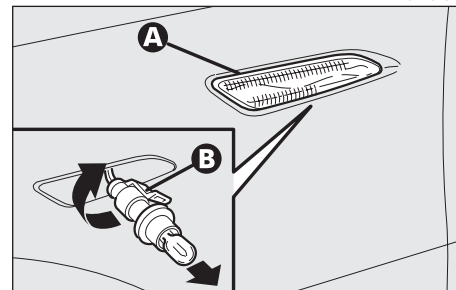

fig. 29
**FRECCE LATERALI (fig. 29)**
– Spingere a mano il trasparente (A) nel senso contrario alla direzione di marcia della vettura in modo da comprimere la molletta di fissaggio. Liberare la parte anteriore ed estrarre il gruppo.
– Ruotare in senso antiorario il portalam-pada (B) ed estrarlo dal trasparente.
– Inserire il portalam-pada (B) nel trasparente (A) quindi posizionare il gruppo assicurandosi dello scatto di bloccaggio della molletta di fissaggio.